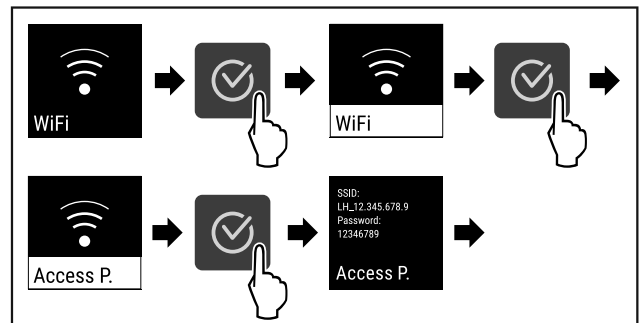

Fig. 84
- ▶ Hajtsa végre a művelet lépéseit (lásd Fig. 84) .